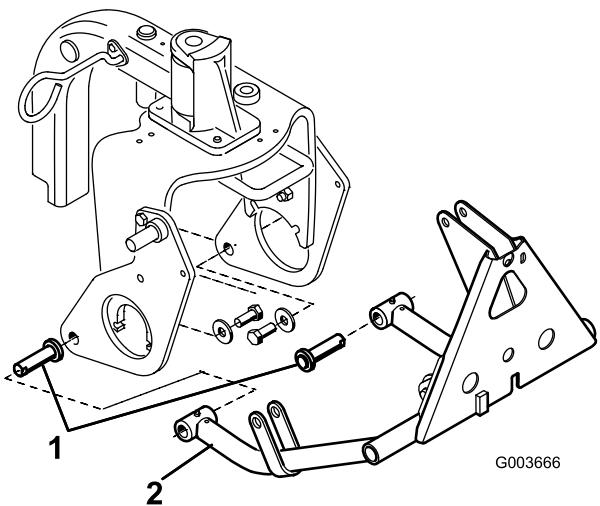

Рисунок 13
3. Вставьте цилиндрический штифт в каждую трубку толкающего рычага, как показано на Рисунок 13.
4. Вставьте трубы толкающего рычага в правую и левую плужные пластины, совместив направляющие цилиндрического штифта с отверстиями в плужных пластинах (Рисунок 13).
5. Установите каждый цилиндрический штифт на каждой плужной пластине с помощью болта (5/8 x 1-1/2 дюйма) и шайбы (наружный диаметр 1,68 дюйма x внутренний диаметр 0,65 дюйма), как показано на Рисунок 13.